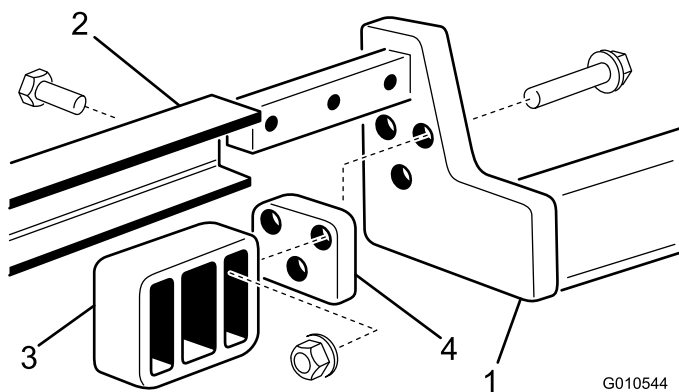

図 6
3. 各昇降アームに後クレードルを取り付ける；ボルト（3/8 x 2 インチ）3本、スペーサ、フランジナットを使い、図 6 のように取り付ける。
4. キャリアフレームを昇降アームに差し込み、取り付け穴を整列させる。キャリアフレームの左右の側を昇降アームに固定する；ボルト（1/2 x 1-1/2 インチ）3本を使用する。ボルトを 95-108 N.m (70-2,438.40 cm-lb =3.5-4.2 kg.m) にトルク締めする（図 6）。